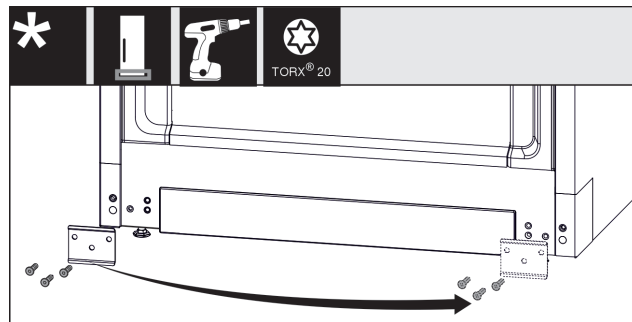

Fig. 15
- Csavarozza le a lemezt Fig. 15 (1), helyezze át a másik oldalra, és ismét csavarozza fel.